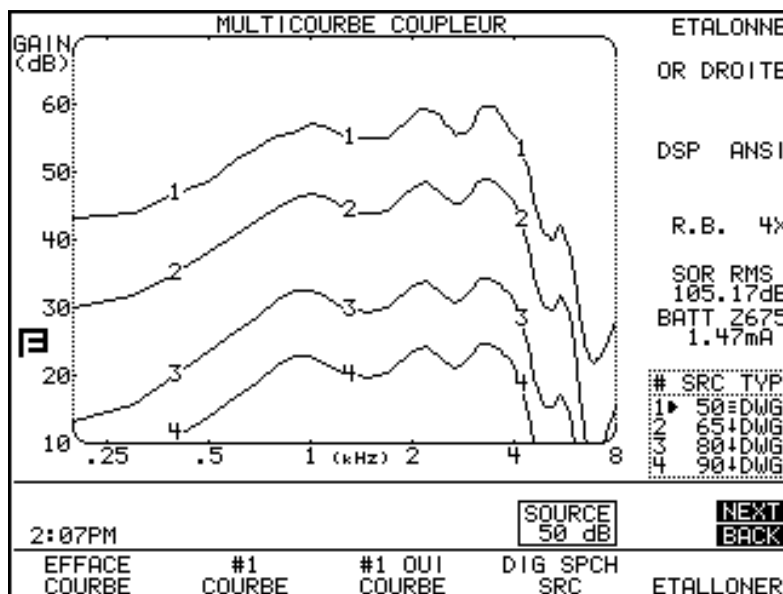

Figure 3.2.2—Mesure de réponse en fréquence
7. Appuyez sur [START/STOP] pour commencer la mesure. Si vous utilisez le type de source COMP, DIG SPCH ou DIG FS, appuyez a nouveau sur [START/STOP] pour arrêter la mesure lorsqu'elle s'est stabilisée. Voir figure 3.2.2.